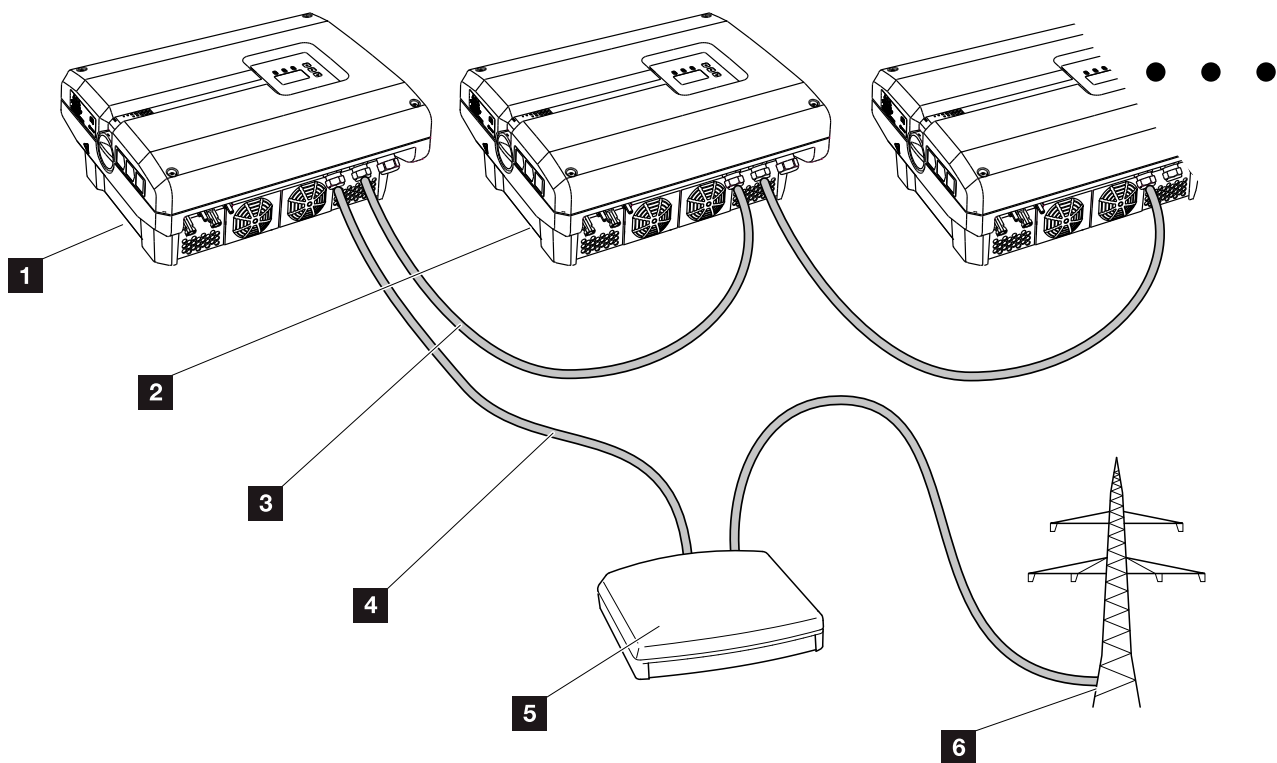
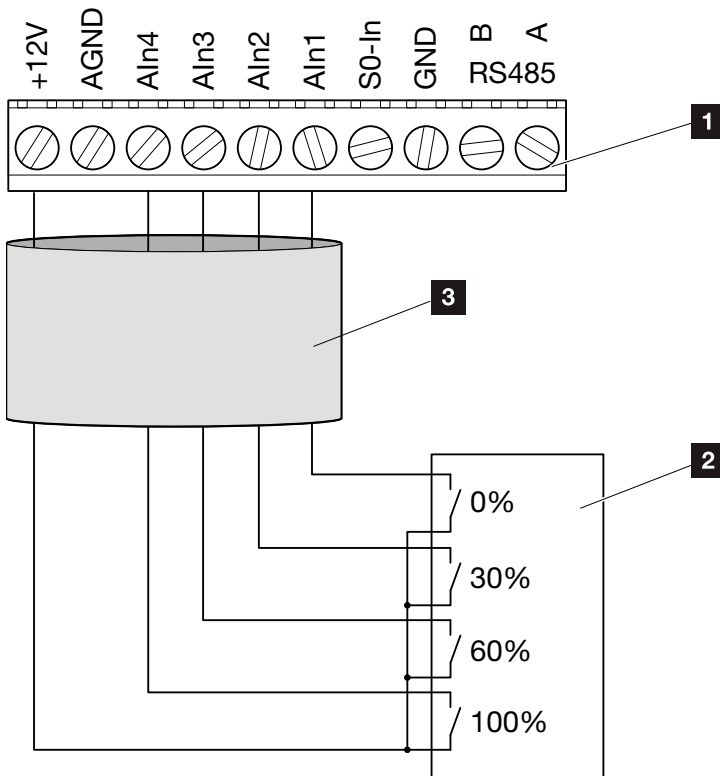

Fig. 51: Configurazione ricevitore di segnali con più inverter (collegamento Ethernet)
Fig. 52: Allacciamento ricevitore di segnali
2. Allacciamento di tutti gli inverter tramite collegamento Ethernet (RJ45) con un cavo Ethernet. 🔗 **Fig. 51**
3. Collegare il ricevitore di segnali sull'inverter principale 🔗 **Fig. 51 pos. 1** sulla morsettiera dell'interfaccia analogica (10 poli). 🔗 **Fig. 52** !
Il ricevitore di segnali deve essere collegato solo all'inverter principale. 🔗 **Fig. 51**